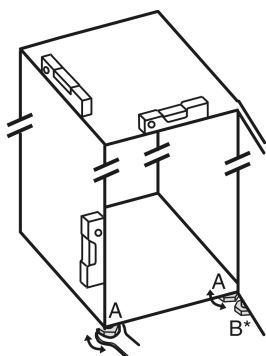

Fig. 8
- Zhvendosini këmbëzat me rregullim Fig. 8 (A) me çelës fiso dhe me ndihmën e një niveli me ujë, derisa pajisja të jetë niveluar mirë.
- Zhvendosni këmbëzat me rregullim Fig. 8 (B) në bazamentin mbështetës me çelësat fiso të përfshirë në paketim, derisa të jetë mbështetur mbi dyshteme.
- Rrotulloni këmbëzën me rregullim Fig. 8 (B) me 90°.